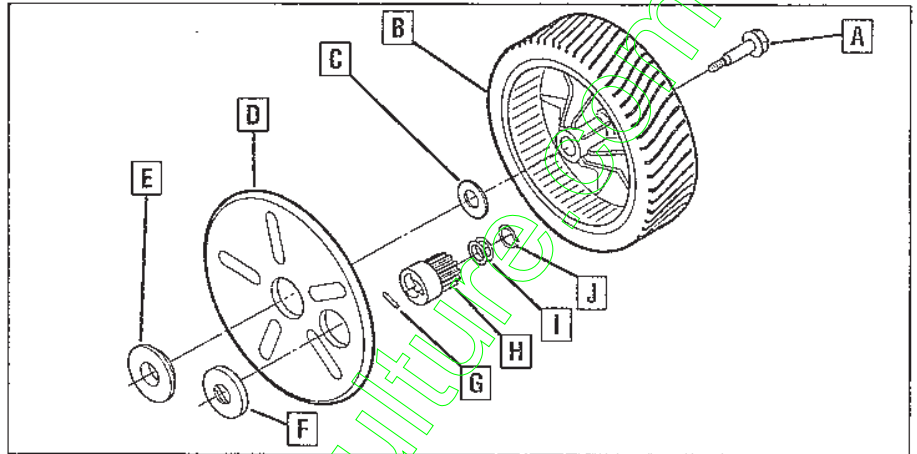

Figure 5-18: Roue motrice.
2. Utilisez une clé 9/16" pour démonter la roue (A, B, C, D, E, Figure 5-18).
3. Retirez l'anneau de retenue (J, Figure 5-18) de l'essieu.
4. Retirez la/les rondelles de compensation (I, Figure 5-18). Le nombre de rondelles de compensation varie d'une tondeuse à l'autre. Placez-les à côté de l'anneau de retenue.
5. Retirez le pignon planétaire (H, Figure 5-18).
6. Retirez la broche d'entraînement (G, Figure 5-18).
7. Retirez la rondelle/le joint en plastique (F, Figure 5-18).
9. Remettez en place la rondelle/le joint (F, Figure 5-18). Assurez-vous que le côté plat de la rondelle se trouve contre le côté du capot de la tondeuse.
10. Insérez la broche d'entraînement (G, Figure 5-18) dans le trou de l'essieu.
12. Faites glisser le pignon planétaire (H, Figure 5-18) sur l'essieu, la cavité face à la tondeuse. Appuyez fermement le pignon contre la rondelle/le joint (F, Figure 5-18). Assurez-vous que le pignon est au même niveau que la surface de la rondelle/du joint et que la rondelle/le joint est au même niveau que le support de fixation de la roue.
13. Faites glisser les rondelles de compensation (I, Figure 5-18) sur l'essieu et contre le pignon planétaire. Vérifiez que vous remettez bien en place toutes les rondelles de compensation que vous avez enlevées.
14. Installez l'anneau de retenue sur l'essieu (J, Figure 5-18) et dans la rainure dans l'essieu. Tirez le pignon planétaire vers l'extérieur pour vérifier que l'anneau de retenue est bien en place.
15. Insérez la vis de la roue (A, Figure 5-18) à travers la roue (B), la rondelle plate (C), le trou central dans la protection de la roue (D) et le dispositif d'écartement (E). La protection de la roue a un double bord sur le côté. Placez ce côté vers la roue.